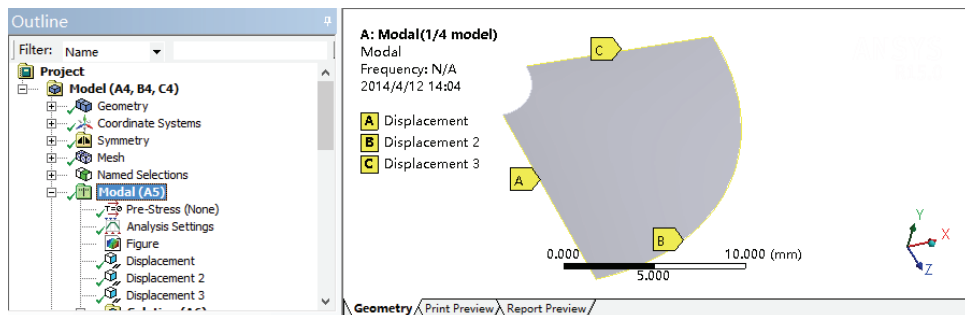

图 10-8 边界条件示意图
6) 选择 Mechanical 界面左侧 Outline 树结构图中的 Modal (A5) 选项, 查看边界条件示意图如图 10-8 所示。